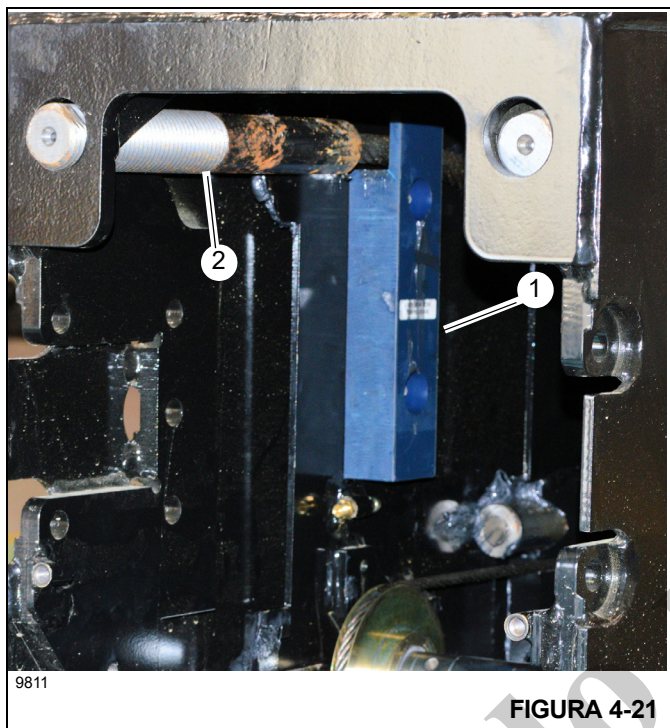

FIGURA 4-21
4. Instale almohadillas de desgaste de retención de cable de extensión 3/4/5 (11, Figura 4-18 y 1, Figura 4-21) dentro de la base de la sección telescópica 3 utilizando pernos (10, Figura 4-18), arandelas (9) y tuercas (8). Mantenga los cables de extensión 3/4/5 (2, Figura 4-21) entre la abertura de la almohadilla y la placa lateral de la sección telescópica 3 de la pluma con el extremo roscado del cable de extensión 3/4/5 más allá de la base de la sección telescópica 3 de la pluma y de la almohadilla de retención del cable.